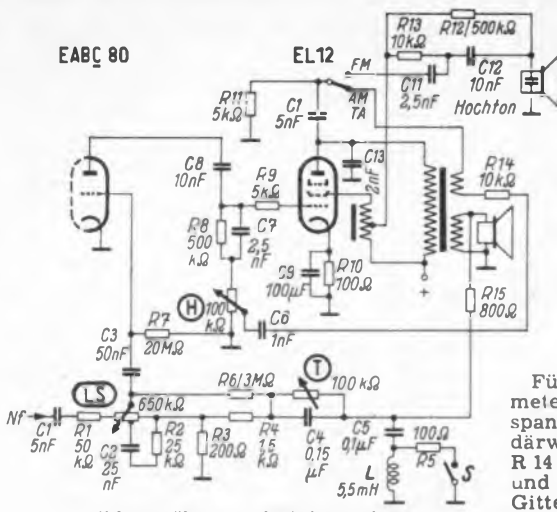

Bild 16. Höhen- und Tiefenreglung im Grundig 5040 W
Die Gegenkopplungszweige im Grundig 5040 W sind besonders übersichtlich (Bild 16). Die Niederfrequenz gelangt über C1 und R1 auf den Lautstärkenregler LS und von hier über C3 auf das Gitter der Triode (EABC 80), deren Gittervorspannung an R7 durch den Gitteranlaufstrom entsteht. Von ihrer Anode läuft die Niederfrequenz über C8 und R9 zum Gitter der Endröhre EL 12.
Wie Bild 16 zeigt, ist der statische Hochtonlautsprecher nur bei FM angeschaltet, dagegen nicht in Schalterstellung AM und Tonabnehmer, jedoch wird ihm über R 12 stets seine Polarisationsspannung zugeführt. In Wellenschalterstellung „UKW“ (FM) wird dem Hochtonsystem die Tonfrequenzspannung über C 10, R 11, C 11 und C 12 zugeleitet, wobei diese Glieder nicht nur die tiefen Frequenzen abhalten, sondern auch bestimmte Frequenzkorrekturen ermöglichen. Karl Tetzner